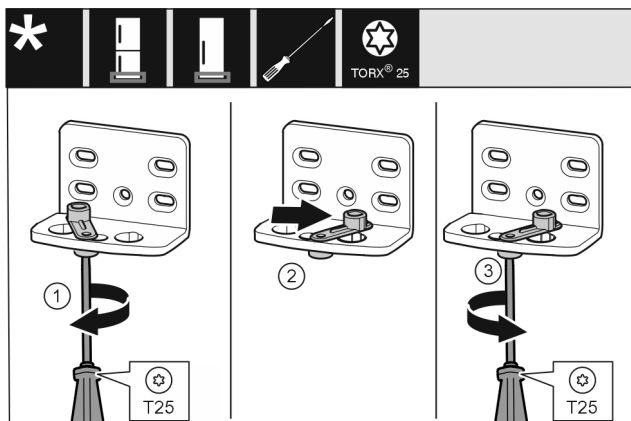

Fig. 12
- Allentare leggermente la vite Fig. 12 (1) con un cacciavite.
- Sollevare l'ausilio di chiusura della porta Fig. 12 (2) e ruotarlo nel foro di 90° a destra.
- Stringere la vite Fig. 12 (3) con un cacciavite.